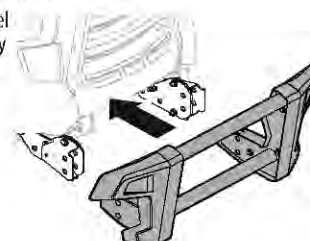

Figura 16
1. Alinee el conjunto de la protección del cepillo con los soportes FastAttach™ y empuje todo el conjunto. Consulte la Figura 16.